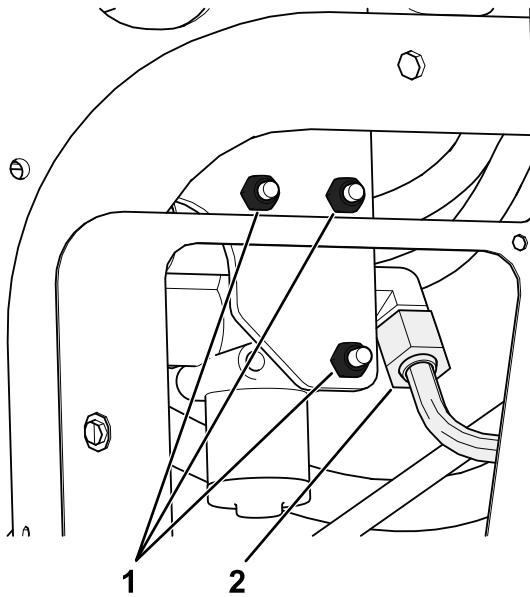

图 5
- A. 如 图 5 所示拆下将现有提升阀固定至机架的 3 个螺栓和螺母使其与机架分开以便拆除 T 形接头 (340-94)。